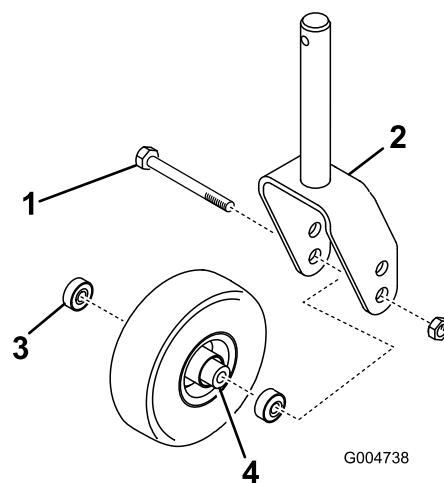

Рисунок 22
2. Удалите контргайку с болта, удерживающего узел поворотного колеса между вилкой поворотного колеса (Рисунок 22). Захватите поворотное колесо и выньте болт из вилки или поворотного рычага.
3. Извлеките подшипник из ступицы колеса и дайте выпасть проставке подшипников (Рисунок 22). Снимите подшипник с противоположной стороны ступицы колеса.